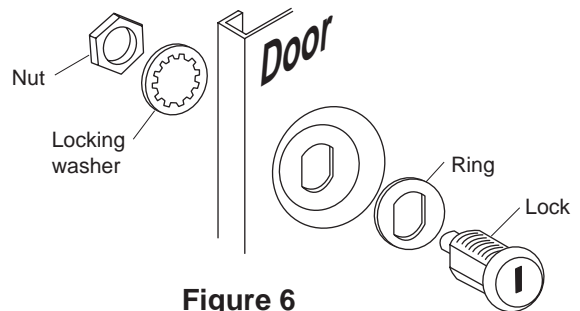

**Figura 4**
Con la pestaña frontal y trasera hacia la parte exterior del gabinete y las pestañas laterales hacia el interior del gabinete, ensamble con (10) tornillos, rondanas de presión y contratuerzas de nylon. (figura 4)